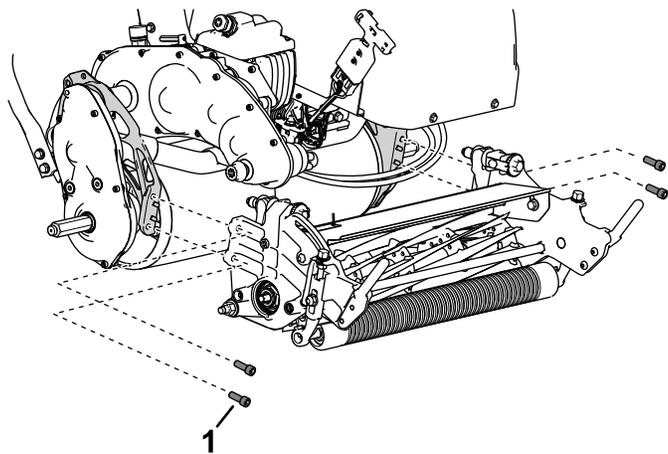

Figura 32
5. Utilice 4 tornillos allen para fijar la unidad de corte en el bastidor (Figura 32).